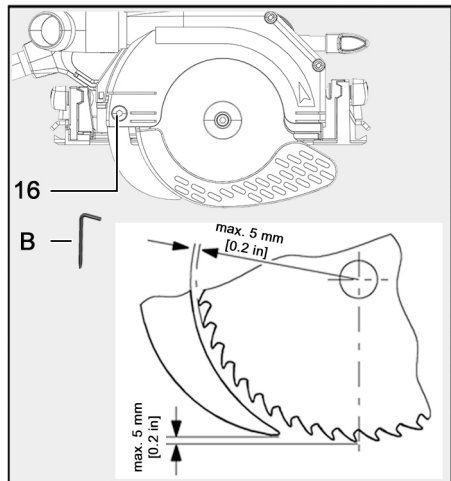

Fig. 43: Distancia de la cuña de partir a la hoja de sierra
- Respetar la distancia máxima con el disco de sierra (ver fig. 43).